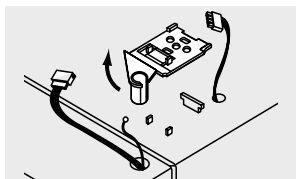

Figura 7
- Levante la bisagra que desea quitar. (Tras quitar la bisagra la puerta puede caer. Vaya con cuidado). (Figura 7)